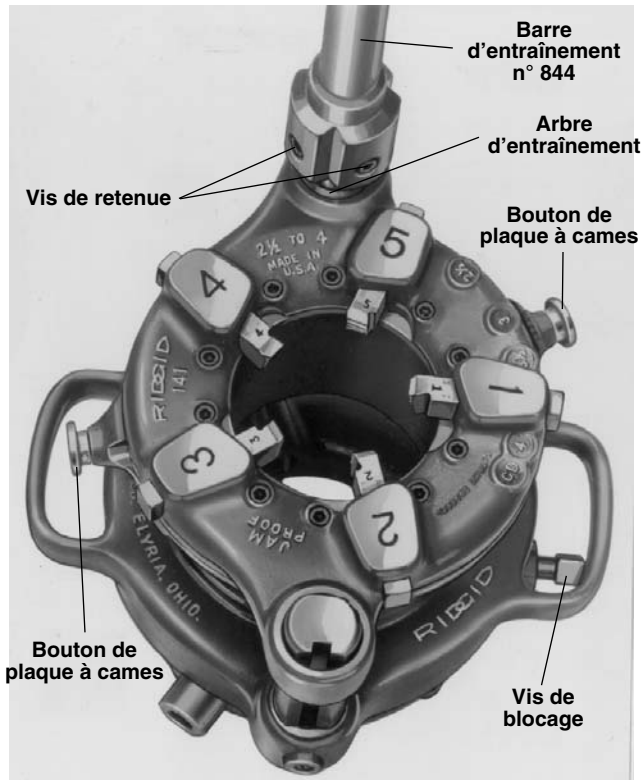

Figure 7 – Fileteuse démultipliée n° 141 (fileteuse n° 161 similaire)
- Tirez sur les boutons (Figure 7) de la plaque à cames, puis tournez la plaque à cames jusqu'à la section de tuyau voulue, indiquée sur la tête de filière. Lâchez les boutons dès que les broches de verrouillage tombent dans les trous correspondants de la platine du sélecteur.